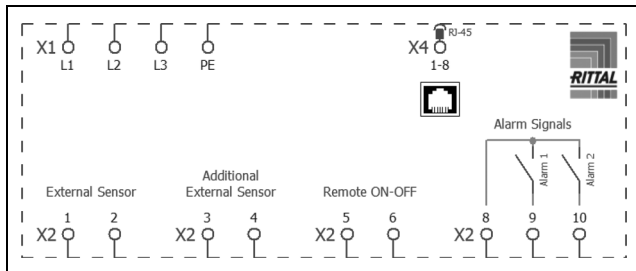

Imagen 29: Esquema de conexiones
- Utilice el conector de red de la bolsa de accesorios y realice la alimentación a red según el esquema de conexión correspondiente (imagen 29).